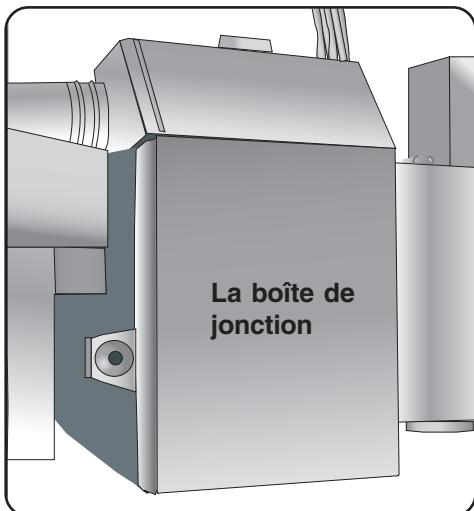

Figure 13
1) Retirer le couvercle de la boîte de jonction, figure 13, en soulevant le couvercle et en l'enlevant.